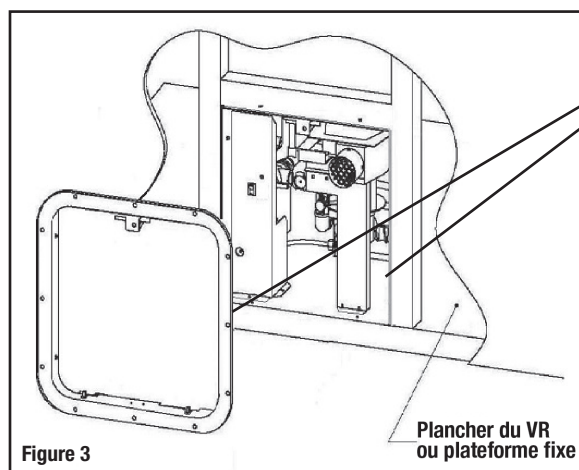

Figure 3
2. Placer le boîtier du chauffe-eau dans le cadre de l'ouverture; le rebord aligné avec le mur extérieur (voir Figure 3).